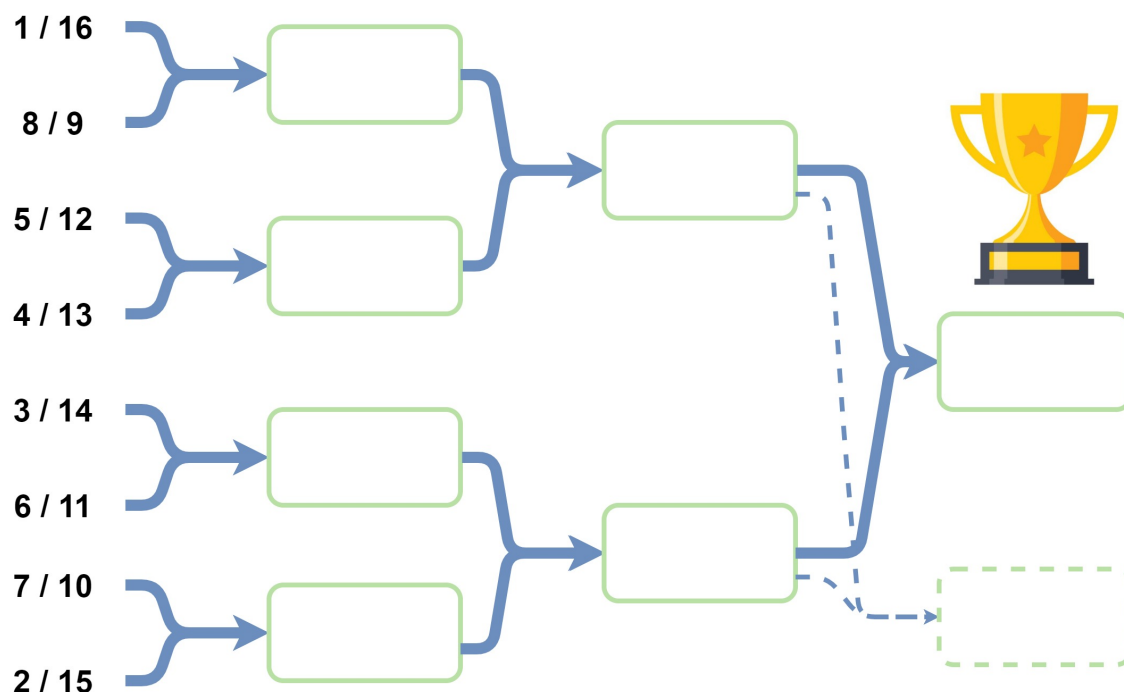

FIGURE 2 : Tableau des phases finales
Chaque équipe vainqueur de son match de barrage sera intégrée au tableau principal de la phase finale de la rencontre (B). À l'issue de la phase de barrage, l'arbre de la phase finale de la rencontre (B) présenté Figure 2 pourra être revu afin de représenter plus fidèlement le niveau de chaque équipe.